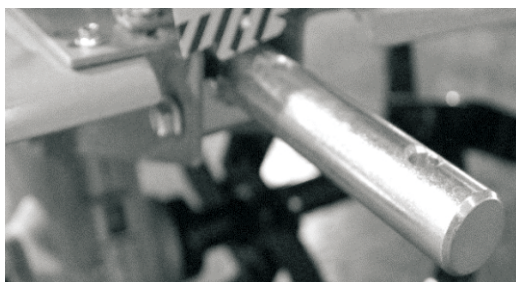

Рис.10
5. Установите в рабочее положение и закрепите болтами из комплекта поставки кронштейн переднего сцепного устройства (см. рис. 10)